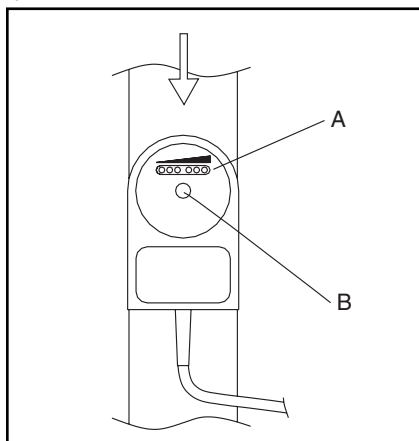

Fig. 9
Remarque: Contrôler que l'interrupteur de flux soit placé correctement; voir Fig. 9. L'interrupteur de flux doit être placé parallèlement au tuyau afin que le fil sorte dans la direction du flux.
Ne nécessite pas de maintenance. Voir cependant section 3 et Fig. 9 En cas de défectuosité, l'interrupteur d'écoulement doit être changé.
4. Dévisser la vis de nylon "B" (Fig. 9).
5. Contrôler que l'interrupteur d'écoulement tourne correctement (voir Fig. 9)